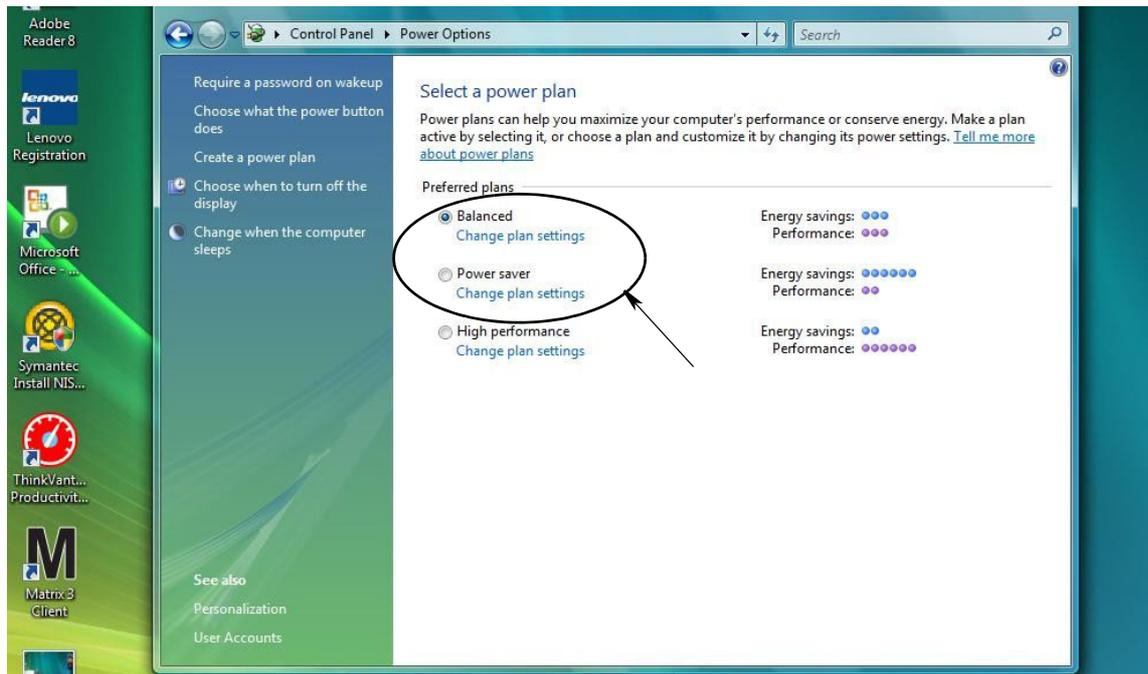

ABB. 18
3. Wählen Sie entweder den Energieplan „Ausbalanciert“ oder „Energiesparmodus“ und klicken Sie dann auf den Link „Energiesparplaneinstellungen ändern“, um die Ruhezustandsoptionen aufzurufen (ABB. 18).